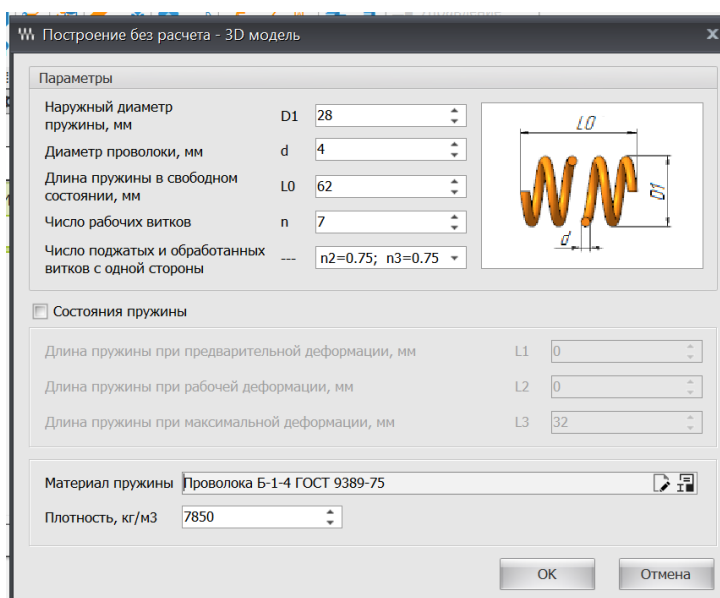

Рис. 4 Назначение параметров Пружины сжатия
- Для построения модели Пружины выбрать функцию **Построение без расчета – Трехмерная модель**. Согласно чертежа (см. рис. 1) задают параметры пружины (наружный диаметр – 28 мм, диаметр проволоки – 4 мм, длина пружины в свободном состоянии – 62 мм, число рабочих витков – 7, крайние витки поджаты и зашлифованы на $\frac{3}{4}$) (рис. 4).